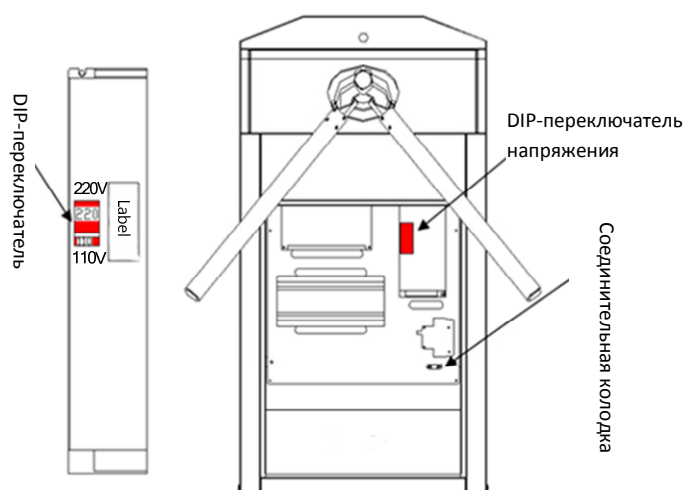

Рисунок 5
1. Убедитесь, что требования по питанию четко соблюдены. Вы можете установить напряжение питания турникета 110В или 220В с помощью DIP-переключателя (Рисунок 5).